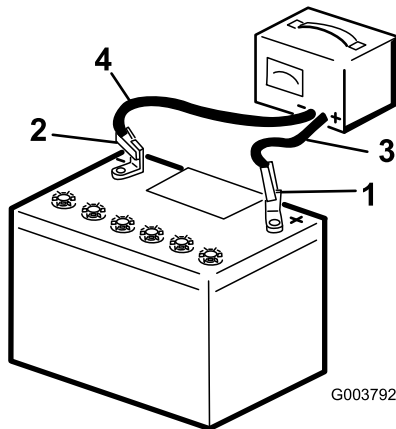

Figure 62
2. Chargez la batterie pendant 4 à 8 heures à un régime de 3 à 4 A (Figure 62). Ne chargez pas la batterie excessivement.
3. Quand la batterie est chargée au maximum, débranchez le chargeur de la prise, puis débranchez les fils du chargeur des bornes de la batterie (Figure 62).